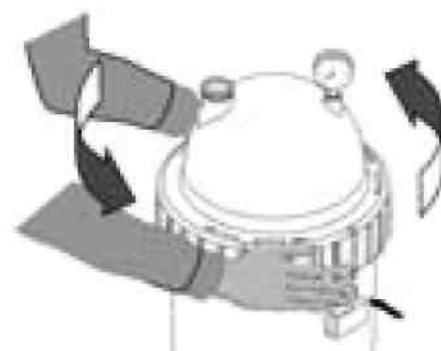

Fig. 3 – Appuyez sur le loquet de sécurité pour dévisser la bague Posi-Ring™.
- a. Appuyez sur le loquet de sécurité (sous la bague) en direction du réservoir pour le libérer (voir figure 3).